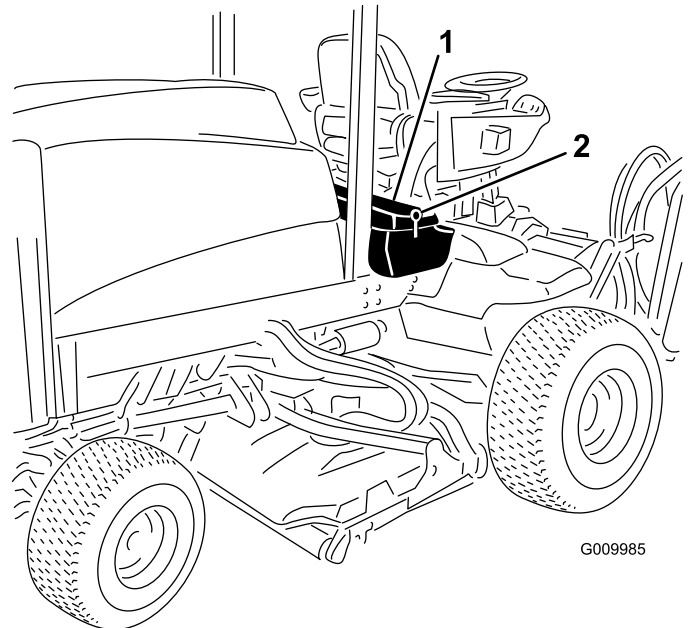

Bild 60
1. Entriegeln und heben Sie die Abdeckung der Bedienerkonsole hoch (**Bild 60**).